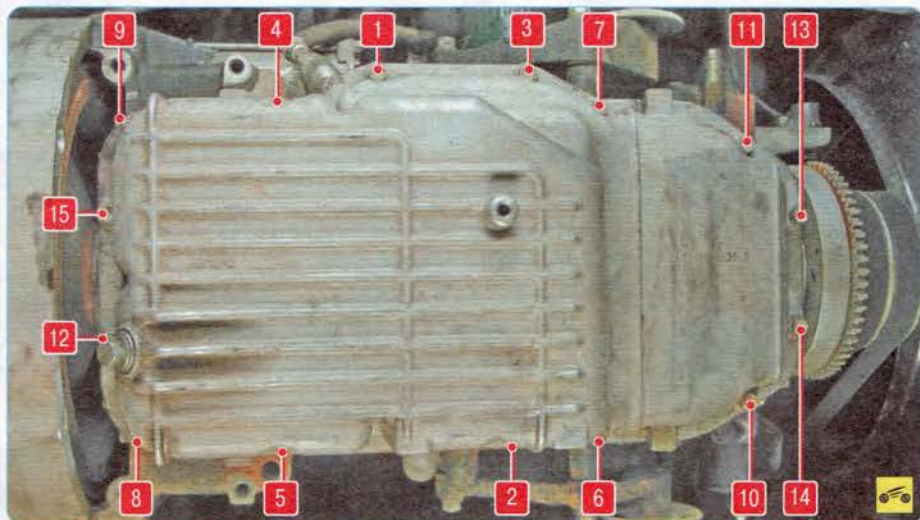

Рис. 5.10. Порядок затяжки болтов крепления масляного картера двигателя
11. Установите масляный картер и затяните болты его крепления к блоку цилиндров в порядке, показанном на рис. 5.10, моментом 12–18 Н·м.